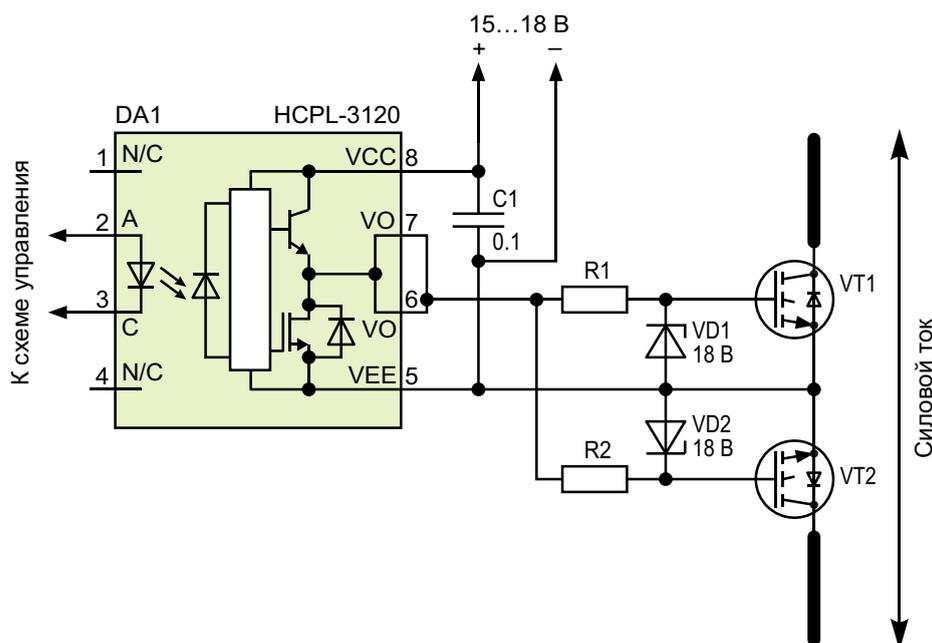

Рисунок 4. Схема силового ключа на основе оптодрайвера HCPL-3120.
В качестве драйверов для ключей AC/AC конверторов удобнее всего использовать специализированные оптодрайверы, например, HCPL-3120 компании Agilent с выходным током 2.5 А (Рисунок 4). Это решение требует меньшего количества элементов по
**Рисунок 4.** Пульсации переключения гистерезисного преобразователя ADP5300 (без постоянной составляющей) при питании AD7980 и спектр выходного сигнала АЦП при частоте выборки 1 Мвыб/с.